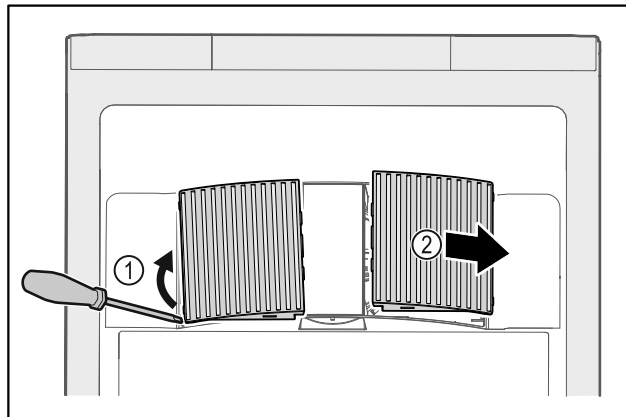

Fig. 145
► Ventilatorafdekkingen voorzichtig aan de zijkant eruit halen Fig. 145 (1) en naar de voorkant toe verwijderen Fig. 145 (2).